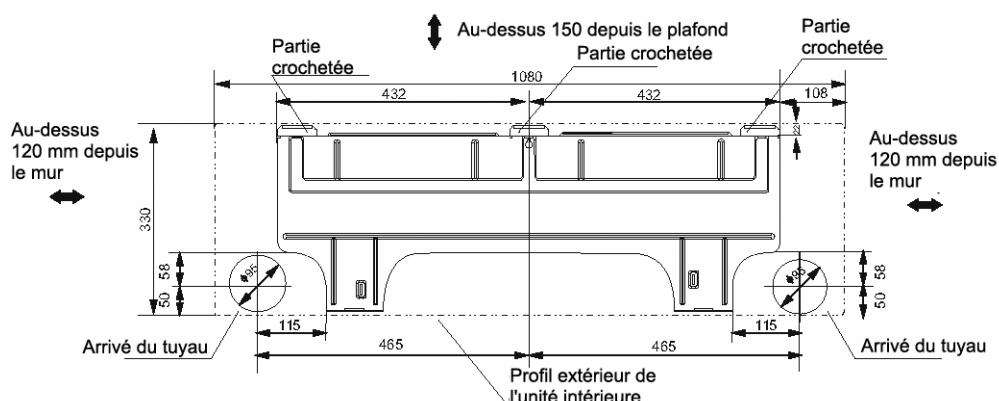

Fig.5
1. Déterminer la position des trous en fonction du diagramme détaillé à la Fig.5. Percer un (1) trou ( $\Phi$  95 mm) légèrement incliné vers l'extérieur.